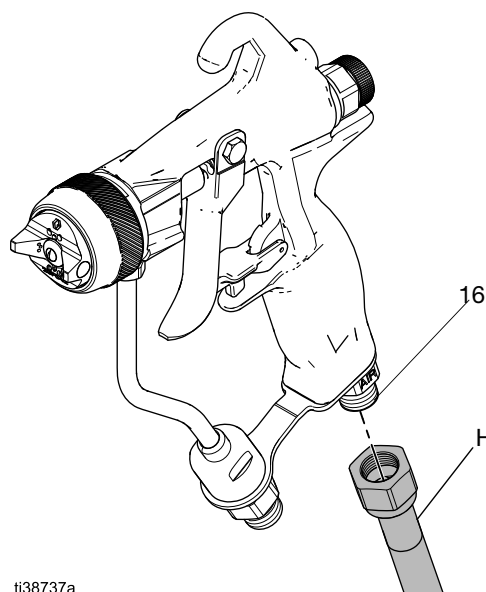

FIG. 4: Conecte manguera de aire a pistola
1. Conecte la manguera de suministro de aire de la pistola (H) a la entrada de aire de la pistola (16). Consulte la FIG. 4.